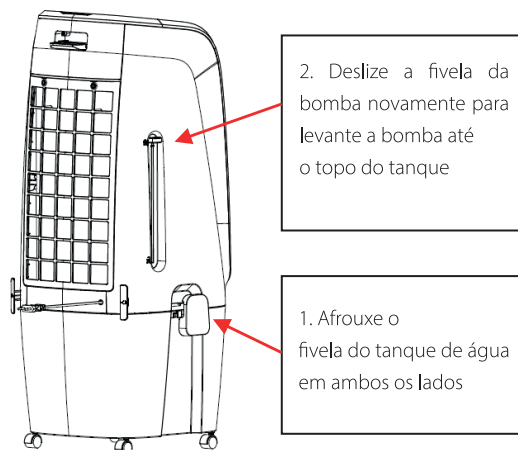

Fig. 5
14. Removendo o tanque de água: Antes de adicionar água, primeiro afrouxe as fivelas em ambos os lados, depois deslize a fivela da bomba para mover a bomba para a parte superior do tanque e retire a unidade e, em seguida, despeje lentamente a água no tanque com uma chaleira (Fig. 5 e 6). Depois de adicionar água, coloque a unidade no tanque de água, aperte a fivela do tanque e deslize a fivela da bomba até o fundo do tanque.